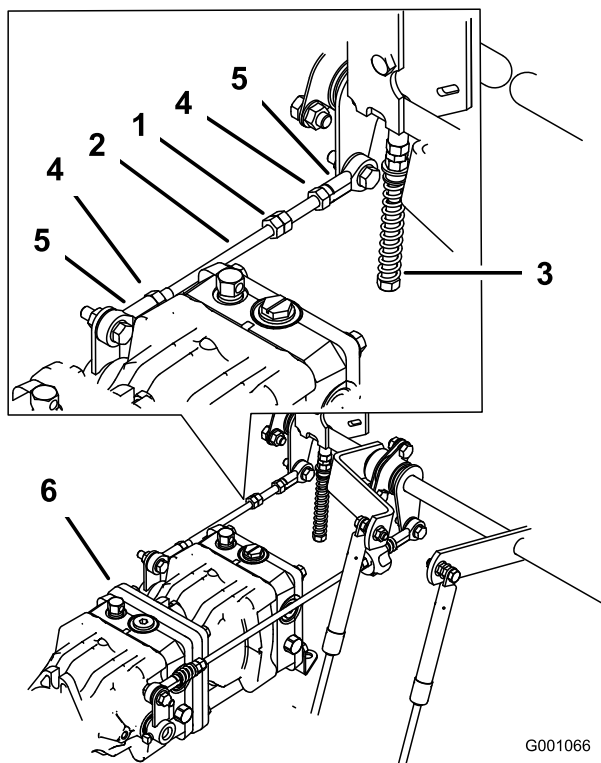

Figure 88
1. Desserrez les contre-écrous sur les rotules de la tige de commande de la pompe (Figure 88).
3. Réglez la longueur de la tige de pompe en tournant les doubles écrous dans le sens voulu, jusqu'à ce que la roue soit immobilisée ou tourne légèrement en marche arrière (Figure 88).
6. Serrez les contre-écrous contre les rotules (Figure 88).